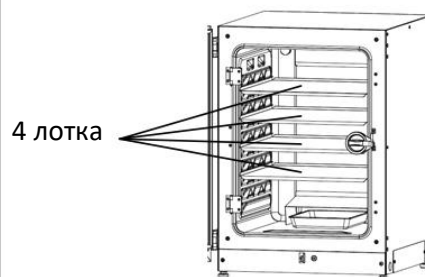

Рис. 2
3. Установите 4 лотка (Рис. 2).